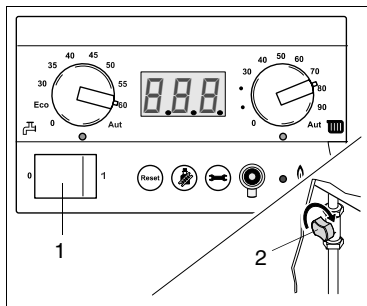

Fig. 8 BC10 – Gaskran
- Sätt påsättnings-/avstängningsknappen i läget "0" (fig. 8, pos. 1).
- Stäng gaskranen genom att ställa in ratten på gaskranen så att den står i rät vinkel i förhållande till gasledningen (fig. 8, pos. 2).
- Sätt påsättnings-/avstängningsknappen (fig. 8, pos. 1) i läget "I" och låt gaskranen stå öppen.